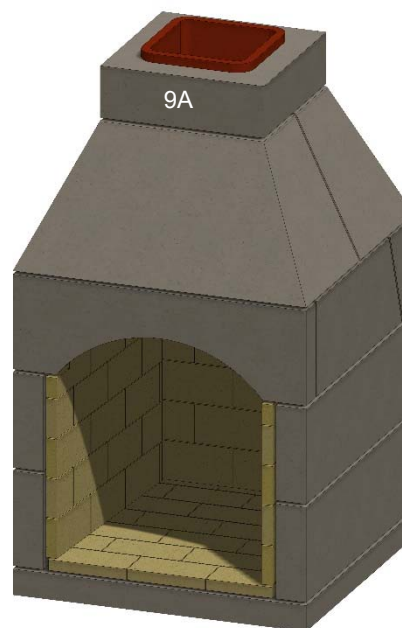

Figura 20. Conducto de la chimenea
M. Instale la primera sección de la chimenea de mampostería de la Edad de Piedra (9A), con la teja que se extiende hacia arriba. Rellene el vacío de la parte inferior con mortero para crear una transición suave. Véase la figura 20.